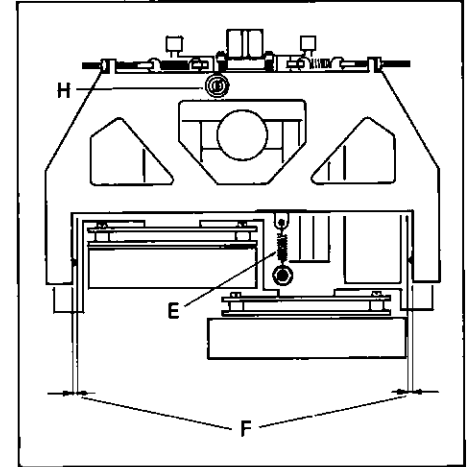

Fig. 3.3
- Bei früheren Geräten wird der Schwenkträger über die Rückzugsfeder [E] geerdet (Fig. 3.3, Ansicht von unten). Bei schlechtem Fremdspannungsabstand (schwankender Wert) wird empfohlen, die Masseverbindung Schwenkträger – Chassis durch den Einbau eines Massebandes (Best. Nr. 64.99.0116) sicherzustellen. (Ab Werk bei neueren Geräten bereits eingebaut).
- In previous units the pivoting carrier was grounded via the retraction spring [E] (Fig. 3.3, view from the bottom). If signal to noise ratio is insufficient (unstable value) we recommend to add a separate ground wire between chassis and pivoting arm (order no. 64.99.0116). (Later units have been equipped ex works with this grounding wire).
- Dans le cas d'appareils plus anciens, le support pivotant des têtes était relié à la masse par le ressort de rappel [E] (Fig. 3.3, vue de dessous). Lors d'un mauvais recul du bruit de fond (valeur non stable) il est recommandé de relier la masse du support pivotant à la masse du chassis à l'aide d'une tresse de masse (no. de commande 64.99.0116). (Cette modification est faite au départ de l'usine pour des appareils plus récents.)
- Kontrollieren, ob die beiden Gewindestifte an den Drehpunkten des Schwenkträgers so eingestellt sind, dass auf beiden Seiten der Abstand Schwenkträger – Doppelkapstanguss [F] gleich gross ist (Fig. 3.3). Der Schwenkträger sollte sich spielfrei und ohne zu klemmen in den Drehpunkten bewegen. Falls nötig, die Gewindestifte entsprechend korrigieren, und mit dem Spezialschraubendreher 46161 die dazugehörige Schlitzmutter festdrehen.
- Die Eintauchtiefe wird mit der Einstellschraube [H] (Fig. 3.3) so eingestellt, dass das andere Ende des Mess-Schiebers sich im Bereich der eingefrästen Markierung befindet.
- Ensure that the two headless setscrews at the pivoting point of the carrier are adjusted in such a manner that the clearance between pivoting carrier and dual capstan casting [F] is identical on both sides (Fig. 3.3). The pivoting carrier should move freely and without binding in its pivots. If necessary, adjust the headless setscrews and tighten the corresponding slotted round nut with the aid of the special screwdriver 46161.
- Adjust engaged length by adjusting screw [H] (Fig. 3.3) in such a manner that the opposite end of the measuring slide is located within the area of the milled marking.
- Les tiges filetées des points de rotation doivent être réglées de telle façon que la distance entre le support pivotant et le châssis du double cabestan [F] soit la même de part et d'autre (fig. 3.3). Le support pivotant doit se déplacer autour des points de rotations sans jouer ni gripper. Le cas échéant, corrigez la position des tiges filetées et serrez l'écrou fendu correspondant.
- Ajustez la profondeur de pénétration à l'aide de la vis [H] (fig. 3.3) de façon à ce que l'autre extrémité du curseur soit en face du repère fraisé.